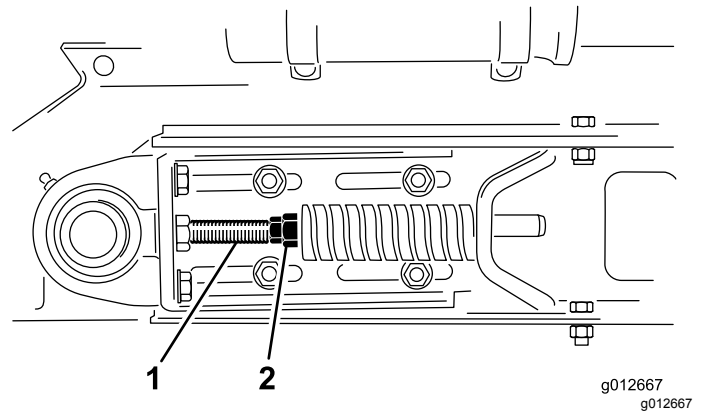

Figura 25
1. Allentate i controdadi anteriore e posteriore sul tirante per allentare la tensione della molla (Figura 25).